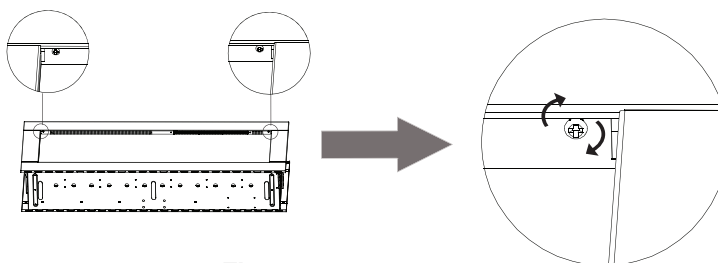

Fig. 3
- C. Fixez les garnitures en resserrant les vis de sécurité (**Fig. 3**).